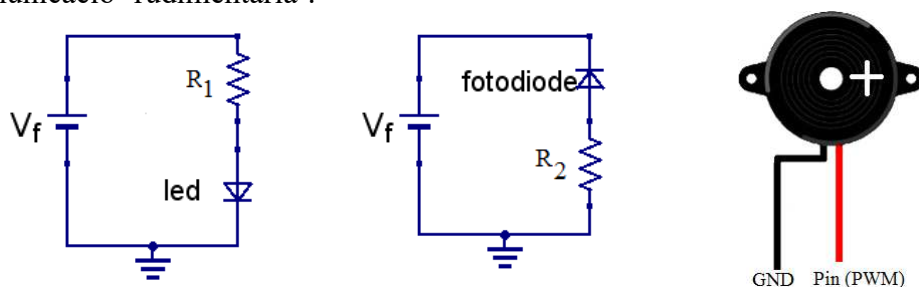

Figura 1. Circuits a implementar al protoboard per la part A.
- 1) Munteu el(s) circuit(s) de la figura 1 fent servir la font DC i feu el que s'indica en els següents apartats per cadascun d'ells. Poseu el led i el fotodíode en posició vertical, un al costat de l'altre, però utilitzant un separador opac per tal de no rebre il·luminació directa del led.